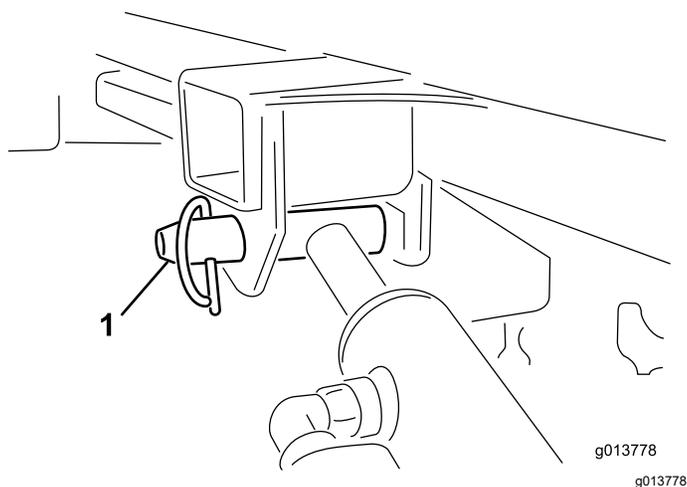

图 54
11. 用一只手抓住提升油缸。用另一只手拆下提升油缸的锁定销图 54。